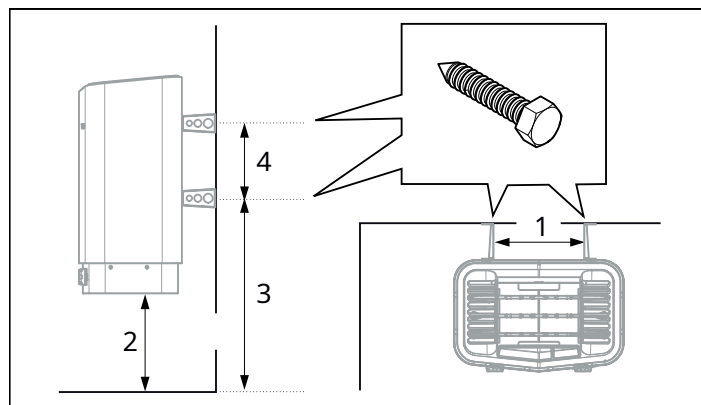

Figura 8: dimensionamento
6. Posizionare le viti della staffa in base al dimensionamento specificato, vedere Figura 8.